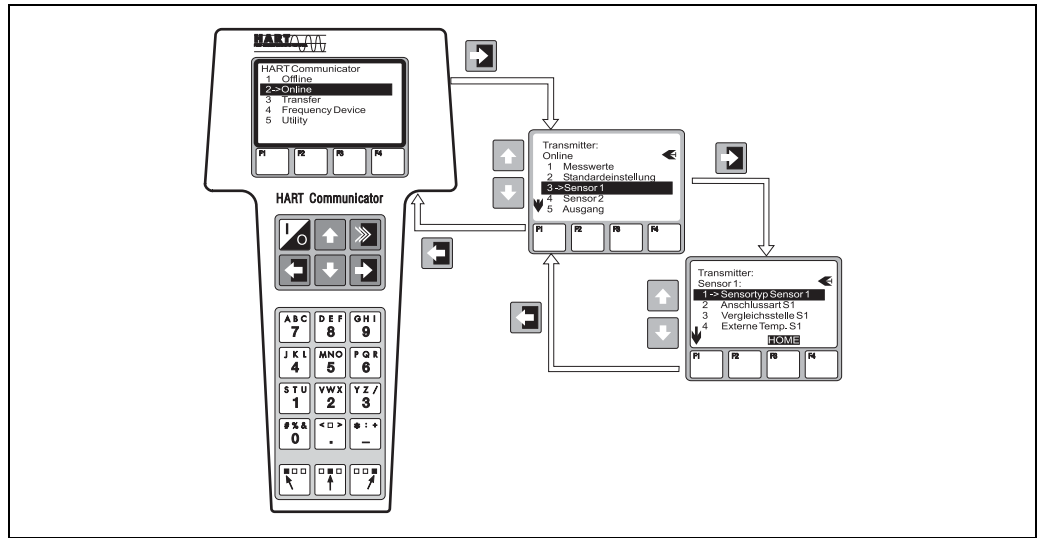

Abb. 9: Konfiguration am Handbediengerät am Beispiel 'Sensoreingang'
- Messgerät ist bereits angeschlossen. Es erscheint direkt die 1. Menüebene der Gerätefunktionsmatrix (s. Abb. 9). In dieser Matrix sind alle unter HART® zugänglichen Funktionen systematisch angeordnet.